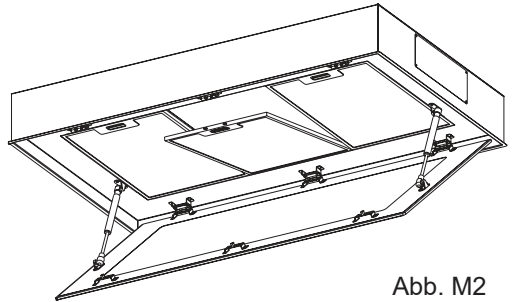

Abb. M2
- An der Haube die Randabsaugungsplatten abklappen und die Metall-Fettfilter herausnehmen (Abb.M2).